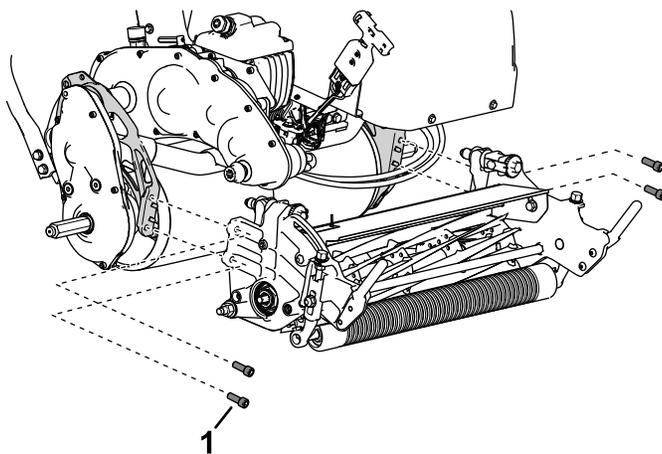

Figure 35
- Retirez les vis à tête creuse qui fixent l'unité de coupe au cadre (Figure 35).